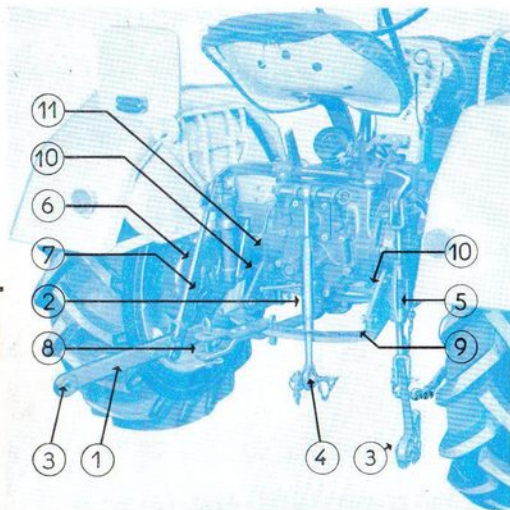

FIG. 21. — Dispositif d'attelage 3 points.
C) UTILISATION DU DISPOSITIF D'ATTELAGE (fig. 21)
D) BARRE D'ATTELAGE (fig. 21)